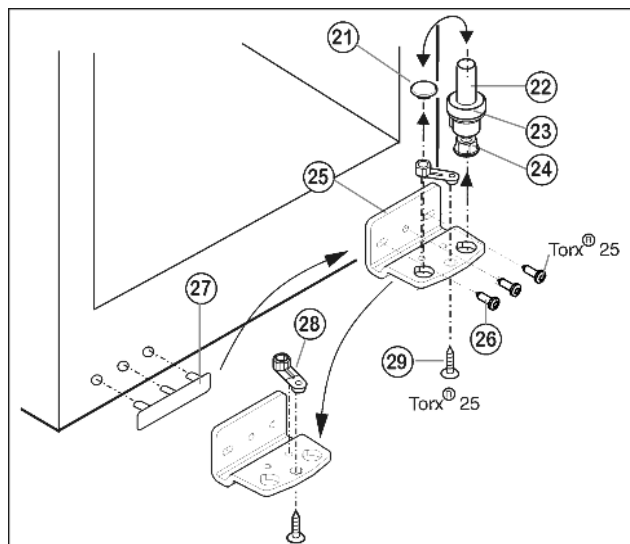

Fig. 5
- Извлеките опорный винт Fig. 5 (22) в комплекте с шайбой Fig. 5 (23) и регулируемой опорой Fig. 5 (24), вытягивая его вверх.
- Снимите пробку Fig. 5 (21).
- Открутите Fig. 5 (26) опорный кронштейн Fig. 5 (25).
- Открутите Fig. 5 (29) опорную деталь Fig. 5 (28) и, переставив в отверстие на противоположной стороне опорного кронштейна, снова прикрутите.
- Осторожно снимите и переставьте на противоположную сторону крышку со стороны ручки Fig. 5 (27).
- Снова прикрутите опорный кронштейн Fig. 5 (25) на новую сторону шарнира (с моментом 4 Нм). При необходимости используйте аккумуляторный шурупверт.
- Переставьте пробку Fig. 5 (21) в свободное отверстие.
- Вновь установите опорный винт Fig. 5 (22) в комплекте с шайбой и регулируемой опорой. При этом фиксатор должен быть направлен назад.
- ▶ Установите дверцу сверху на нижний опорный палец Fig. 5 (22).
- ▶ При необходимости выровняйте дверцу через два продольных паза в нижнем опорном кронштейне Fig. 5 (25) параллельно корпусу устройства. Для этого выкрутите средний винт.